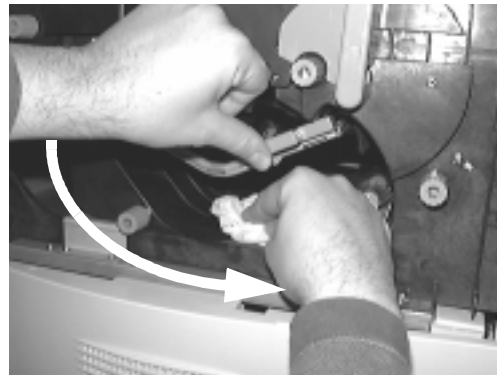

Abbildung 5-5 Reinigen des Duplexbereichs
1. Heben Sie den Hebel 6 an, und verwenden Sie die mit dem Drucker gelieferten Reinigungstücher, um Toner oder Staub vom Duplexbereich zu entfernen. Wischen Sie dabei grundsätzlich von links nach rechts. Wischen Sie alle zugänglichen Bereiche ab, um eine gründliche Reinigung sicherzustellen. Siehe Abbildung 5-5.